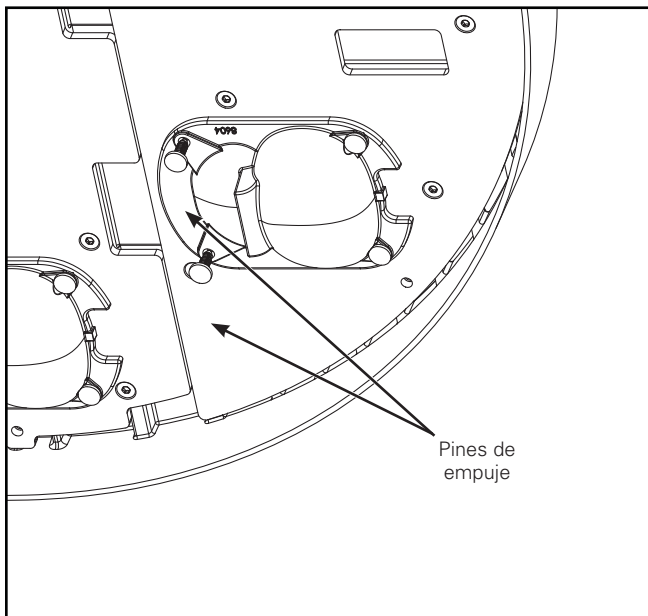

Figura 6.
1. Retire dos pasadores de plástico en la parte posterior de la óptica (Figura 6).